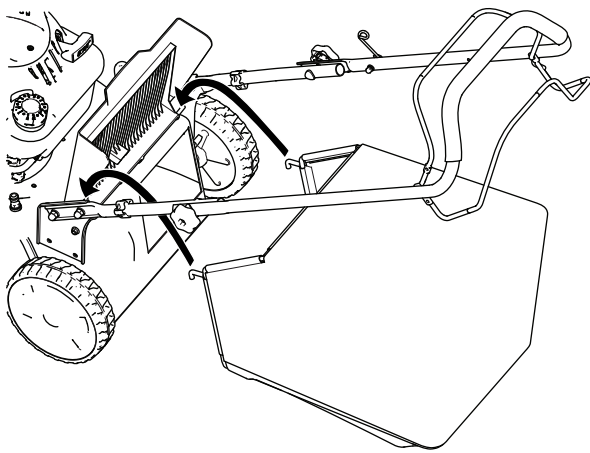

Figure 17
2. Soulevez le volet arrière et gardez-le dans cette position (Figure 17).
3. Montez le bac à herbe en veillant à placer les ergots dans les crans du guidon (Figure 17).
1. Soulevez le volet arrière et gardez-le dans cette position (Figure 17).